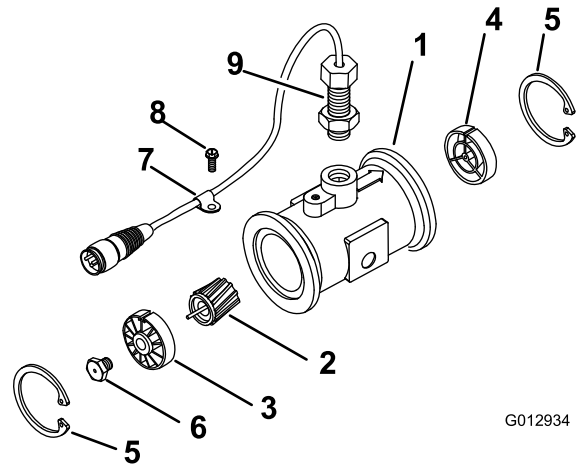

Figura 96
3. Retire el anillo de sujeción del lado “aguas arriba” (Figura 96).